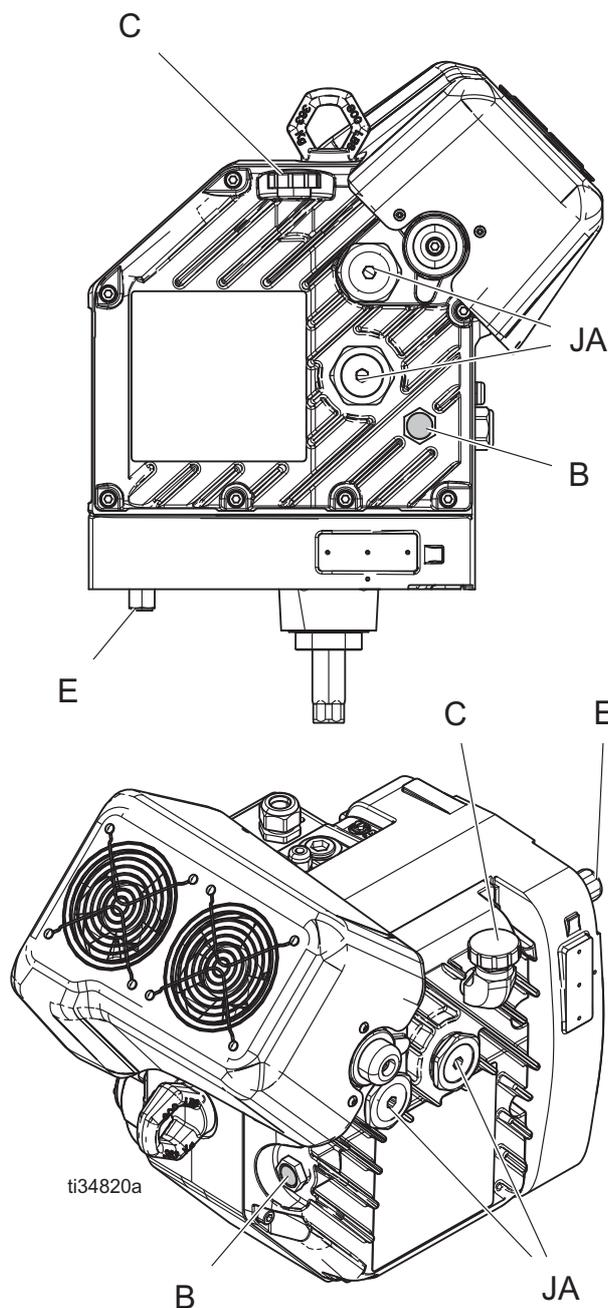

ABB. 8: Schauglas und Öfülldeckel
1. Einen Behälter mit einem Fassungsvermögen von mindestens 1,9 Litern unter den Ölablass stellen. Den Ölablassstopfen (E) entfernen. Siehe **ABB. 8**. Das Öl vollständig aus dem Antrieb ablassen.
2. Den Ölablassstopfen (E) wieder anbringen. Mit einem Anzugsmoment von 18-23 ft-lb (25-30 N•m) anziehen.
3. Den Fülldeckel (C) öffnen und silikonfreies Synthetikgetriebeöl der Marke Graco, Teile-Nr. 16W645 ISO 220 einfüllen. Den Ölstand im Schauglas (B) kontrollieren. Auffüllen, bis das Öl ungefähr bis in die Mitte des Schauglases reicht. Nicht überfüllen.
Siehe **ABB. 8**. Die Lagervorspannungen (JA) sind werksseitig eingestellt.